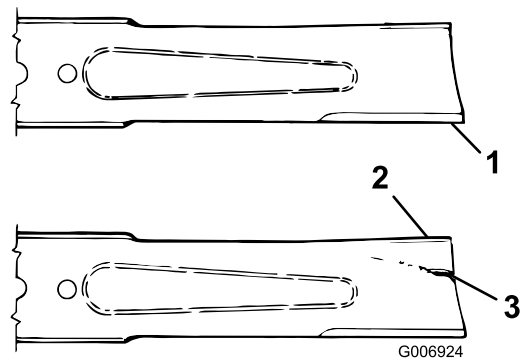

Figure 29
2. Examinez le tranchant des lames (Figure 29). Si elles ne sont pas tranchantes ou si présentent des indentations, déposez et affûtez les lames (voir Aiguisage des lames).
3. Inspectez les lames, surtout la partie relevée (Figure 29). Remplacez immédiatement toute lame endommagée, usée ou qui présente une entaille (Figure 29).